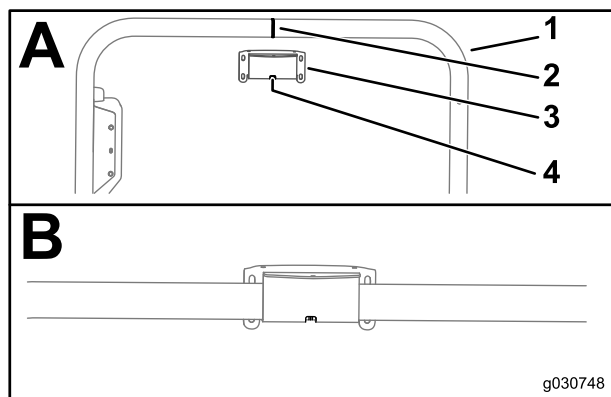

図 148
1. 受信機用マウントの中央部にあるスロットを、ROPSのセンターライン溶接跡に合わせる図 148。